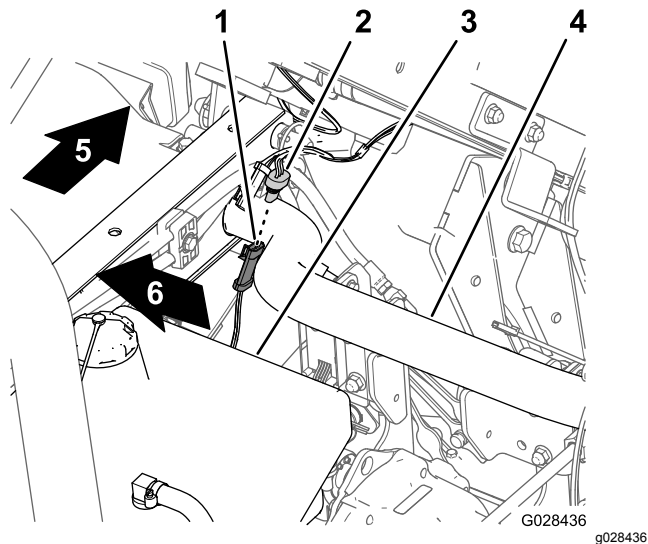

Bild 17
- 1. Suchen Sie am Kabelbaum des Sprühfahrzeugs den 3-Buchsenstecker für den Geschwindigkeitssensor-Schaltkreis (Bild 17).
- 2. Stecken Sie den 3-Stiftstecker des Kabelbaums der Maschine für den Geschwindigkeitssensor in den 3-Buchsenstecker des Sprühfahrzeug-Kabelbaums für den Geschwindigkeitssensor (Bild 17).